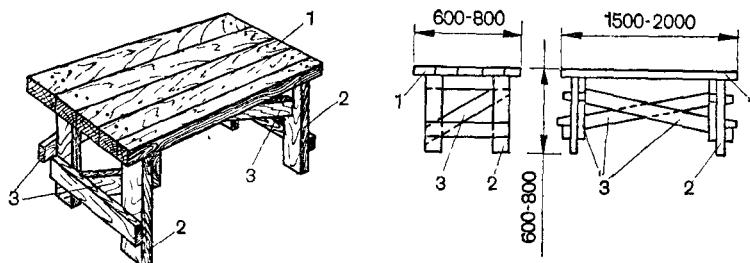

Рис. 7. Рабочий стол:
*Рабочий стол* (рис. 7) имеет крышку размером 1500—2000×